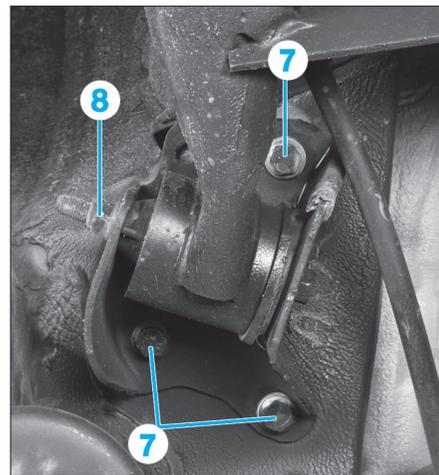

Fig. 33
- Desserrer les vis de paliers (7) (Fig.33).